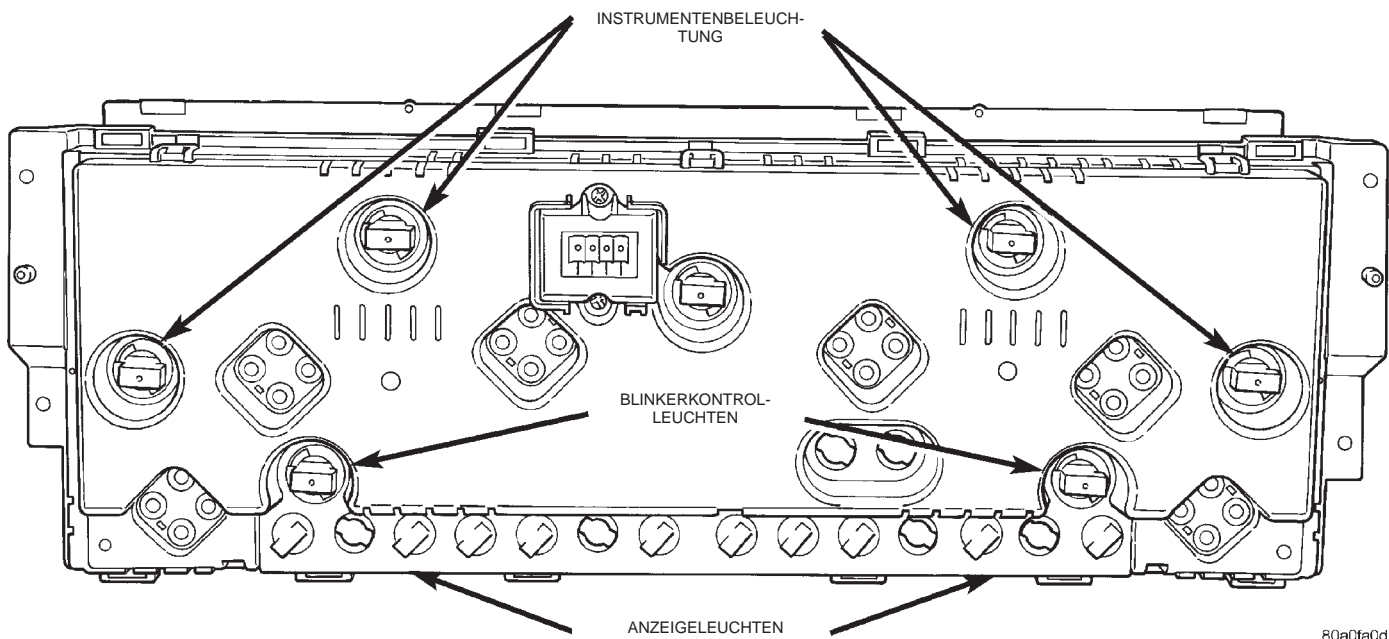

Abb. 8 Lage der Glühlampen im Kombiinstrument
(1) Kombiinstrument wie in diesem Kapitel beschrieben aus der Instrumententafel ausbauen. Kombiinstrument aus der Instrumententafel ausbauen, siehe Kapitel "Kombiinstrument".
(2) Glühlampe samt Fassung durch Drehen nach links von der Leiterplatte an der Rückseite des Instrumentengehäuses abnehmen. (Abb. 8).